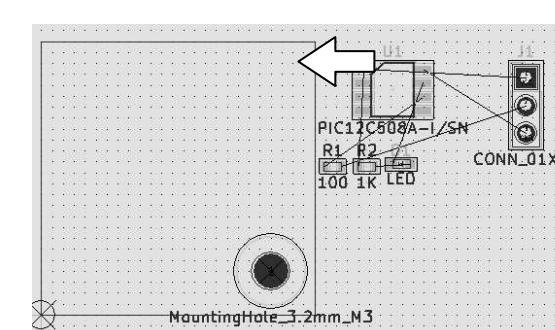

図 10-10
(10) 部品配置
① 基板外形枠内にフットプリント（部品）を移動配置します。図 10-10
② フットプリントの移動, 回転等には回路図エディタの編集機能がレイアウトエディタでも使えます。ドラッグ（ショートカット G）と回転（ショートカット R）を用います。
③ ラッソネスト（フットプリントを結んでいる細い線）を見ながら、フットプリントの移動・回転を行い、実際の配線ができるだけ簡単になるようにフットプリントを配置します。